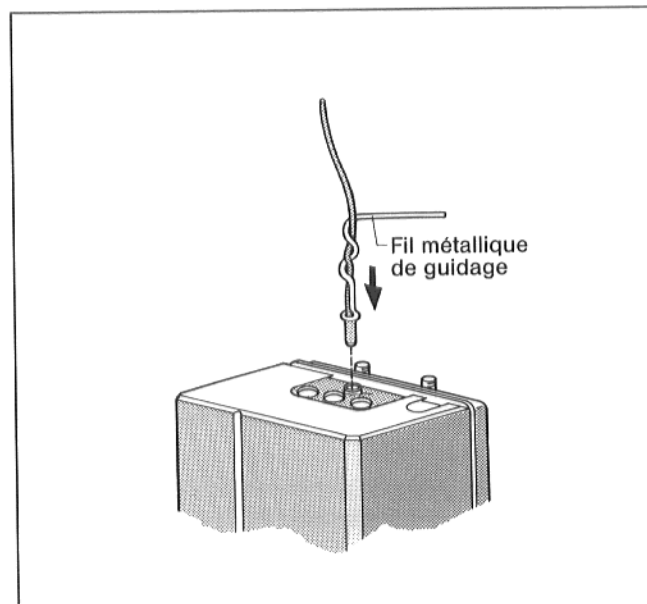

Fig. 8
- Accrocher la conduite de sonde au fil métallique de guidage au-dessus de la sonde (fig. 8).
- Introduire la conduite de sonde avec le fil métallique de guidage dans le doigt de gant jusqu'à la pliure (fig. 8).